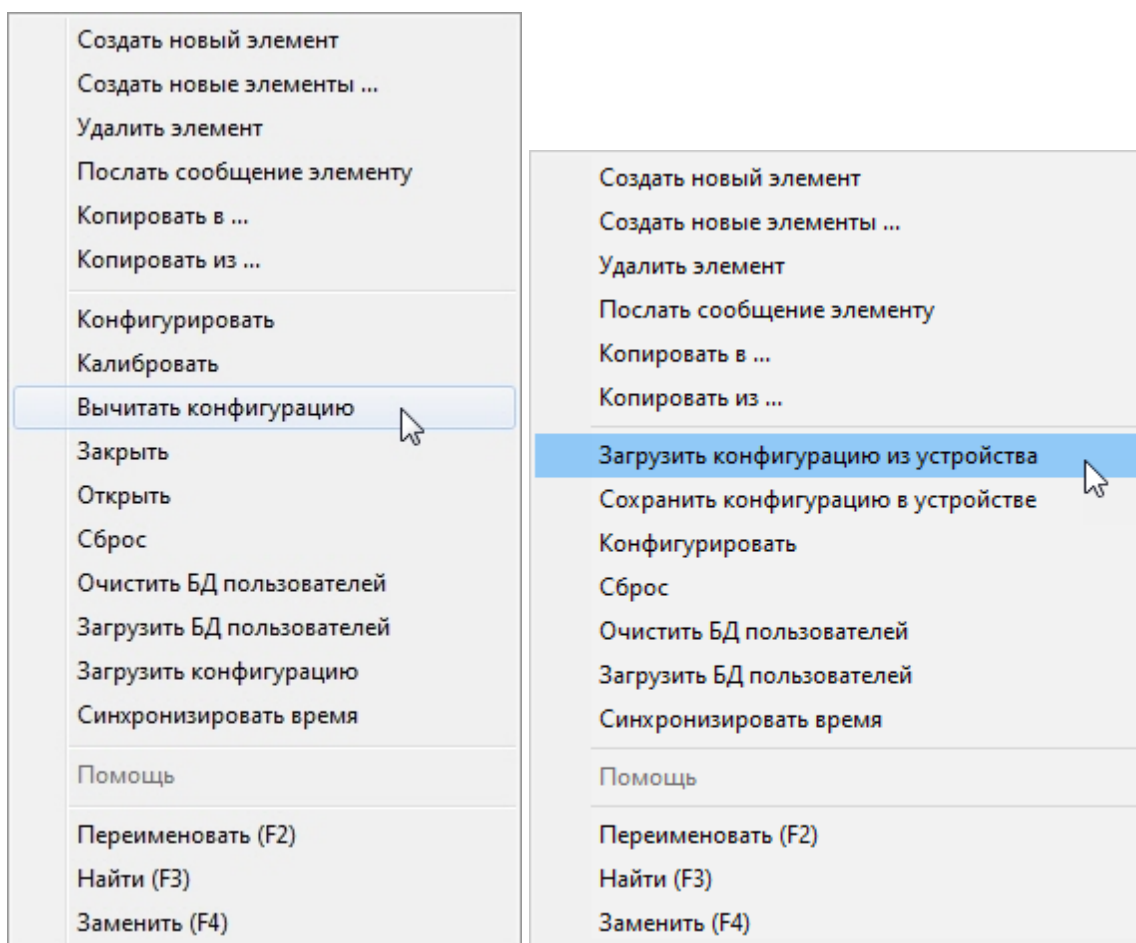

Рисунок 2 — Контекстное меню элементов Устройство BioSmart / Устройство BioSmart Prox-E.
5. Вычитайте конфигурацию из контроллера в ПО ITRIUM. Для этого откройте контекстное меню элемента **Устройство BioSmart** и выполните команду **Вычитать конфигурацию** для записи текущих настроек из контроллера BioSmart 4 в базу данных ITRIUM (рисунок 2). См. раздел Управление контроллером BioSmart. Для контроллера BioSmart Prox-E используйте команду **Загрузить конфигурацию из устройства**.